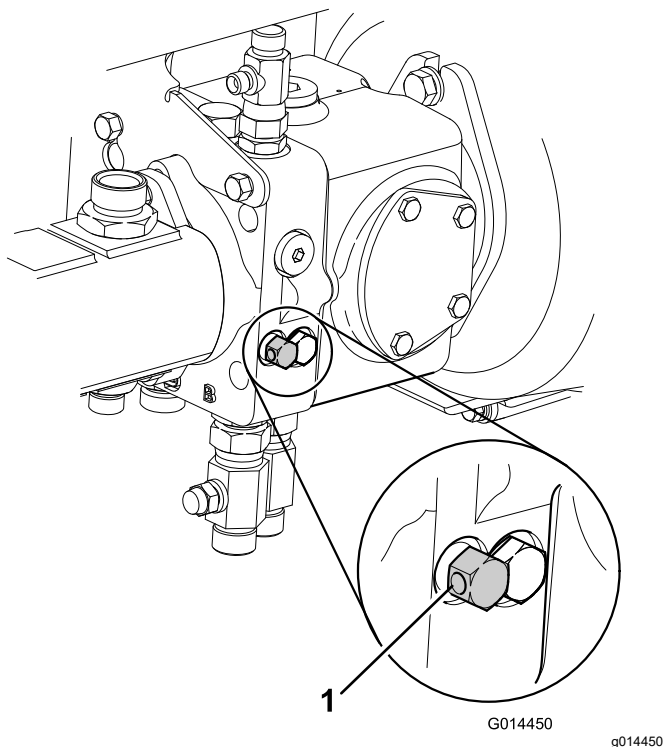

**Figura 46**
1. Disattivate il sistema frenante idraulico di servizio girando la valvola di bypass (posta sotto la pompa della trasmissione) in senso antiorario (Figura 46), per un massimo di 3 giri.